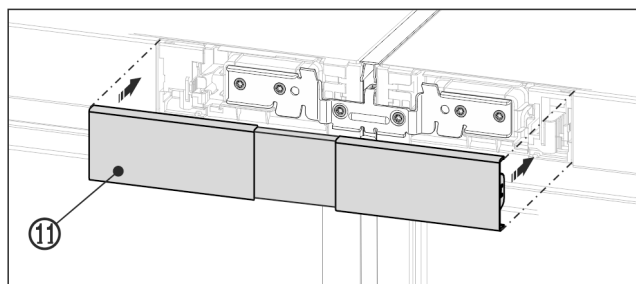

Fig. 23 Примерное отображение
- ▶ Защелкните верхнюю крышку Fig. 23 (11) на еще открытом промежутке обеих заглушек участков обслуживания. Следите за тем, чтобы наружные стороны крышки заканчивались вровень с заглушками участков обслуживания.